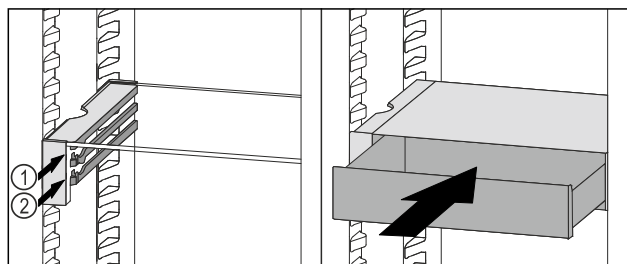

Fig. 132
- ▶ Posizionare il cassetto VarioSafe dietro i tappi sulla nervatura desiderata *Fig. 132 (1)* o *Fig. 132 (2)*.